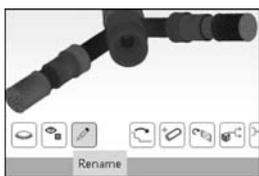

图 3.132 修改入口边界条件
(15) 选择入口处其中的一个面,选择如图 3.132 所示的 Rename 按钮,在弹出的对话框中将名称修改为 inlet1,勾选 Set Boundary Type,将类型修改为 velocity-inlet。采样同样的方法,选择另一个入口,将其名称修改为 inlet2。选择另一侧的出口,将其名称修改为 outlet,并将类型修改为 pressure-outlet,如图 3.133 所示。